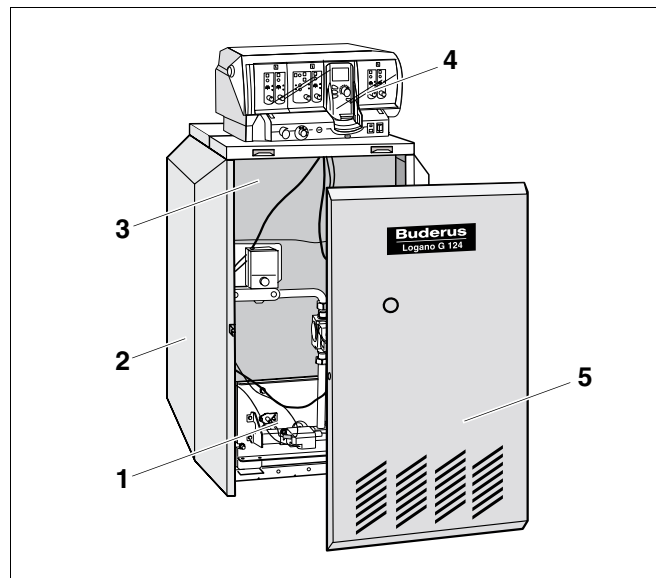

Рис. 1 Специальный газовый отопительный котел Logano G124 WS
Отопительный котел Logano G124 WS (рис. 1) оснащен на заводе встроенной газовой горелкой и системой управления.
- Котловой блок с теплоизоляцией (рис. 1, поз. 3) и газовой горелкой (рис. 1, поз. 1).
- Обшивка (рис. 1, поз. 2) и передняя стенка котла (рис. 1, поз. 5).
- Система управления (рис. 1, поз. 4).